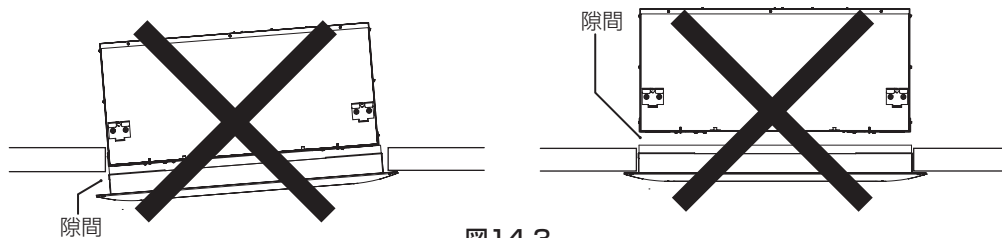

図14-3
※ユニット本体と自動昇降パネル間に隙間が出来ると風漏れにより露付、露垂れの原因になります。また、自動昇降パネルと天井面に隙間が出来ると、パネルの露付き、スマッジング(天井面が汚れる)の原因になります。(図14-3)
- 1) ユニット本体と自動昇降パネル、および自動昇降パネルと天井面に隙間のないことを確認してください。(図14-3)